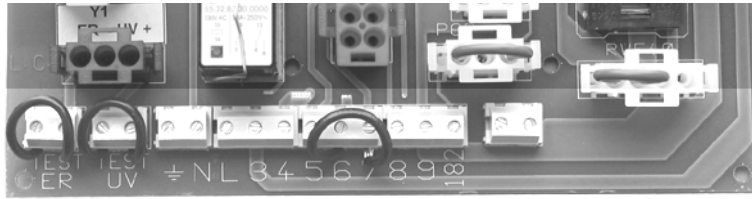
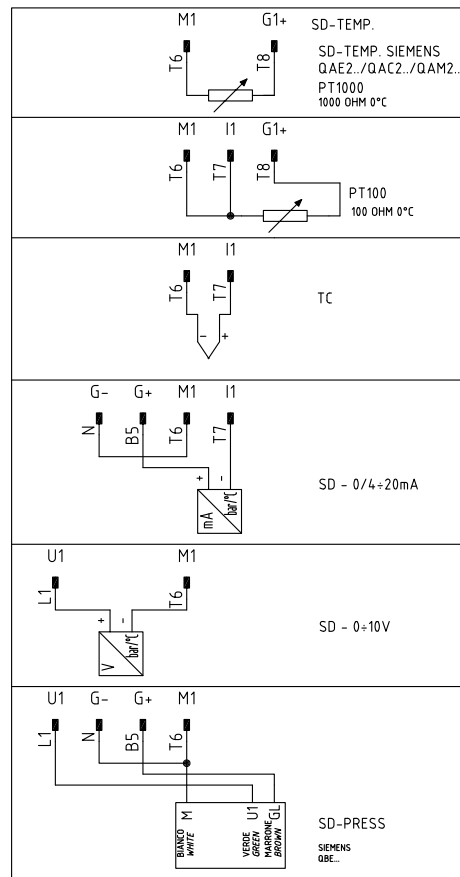

Рис. 24: Клеммник MA подключения на печатной плате
Рис. 26: Соединение датчиков
По подключениям см. клеммник на Рис. 24.
1). Подсоединить провода, относящиеся к разрешительному сигналу от котла к горелке, на следующие компоненты (Рис. 24, Рис. 26)
2). Подсоединить провода, относящиеся к разрешительному сигналу от котла к горелке, на следующие компоненты (Рис. 24, Рис. 26)